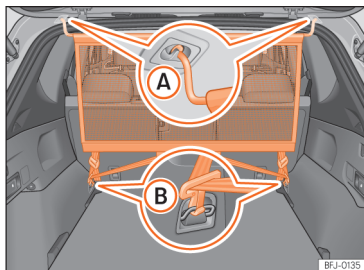

Рис. 204 Установлена розділова сітка.
- Зачепіть штангу розділової сітки на лівому боці >>> **рис. 204** А.
- Так само зачепіть розділову сітку на правому боці >>> **рис. 204** А.
- Зачепіть нижні гачки за кріпильні вушка >>> **рис. 204** В, натягніть реміні.
- Відчепіть гачки від кріпильних вушок >>> **рис. 204** В.
- Вивільніть штангу розділової сітки на правому боці >>> **рис. 204** А, натиснувши на поперечину.